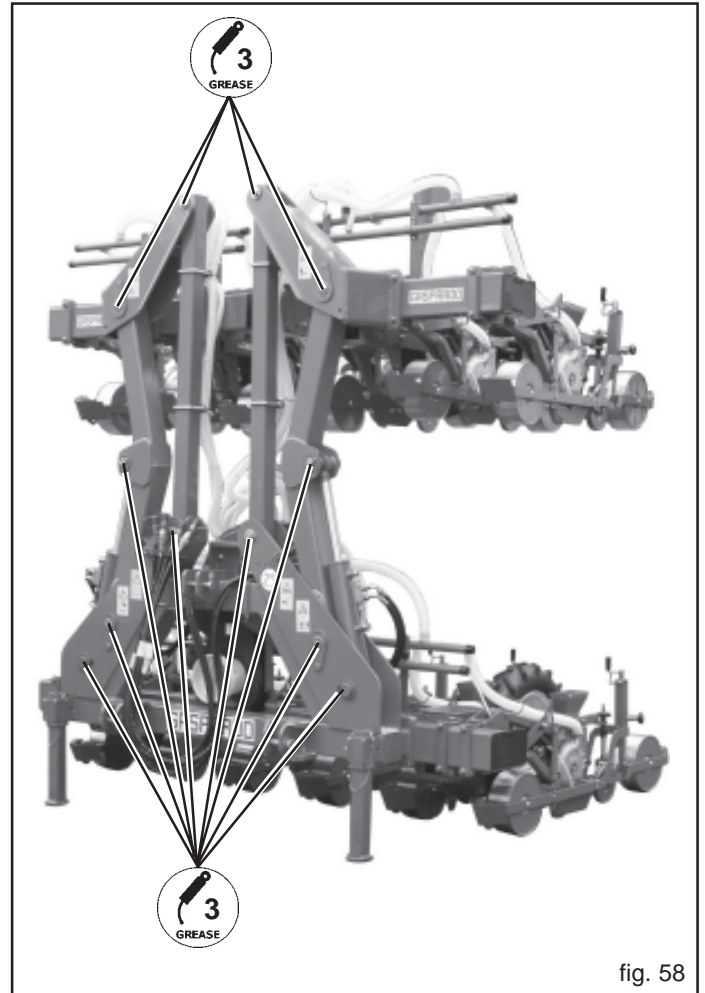

fig. 58
- Ingrassare le articolazioni del telaio (3 Fig. 58).